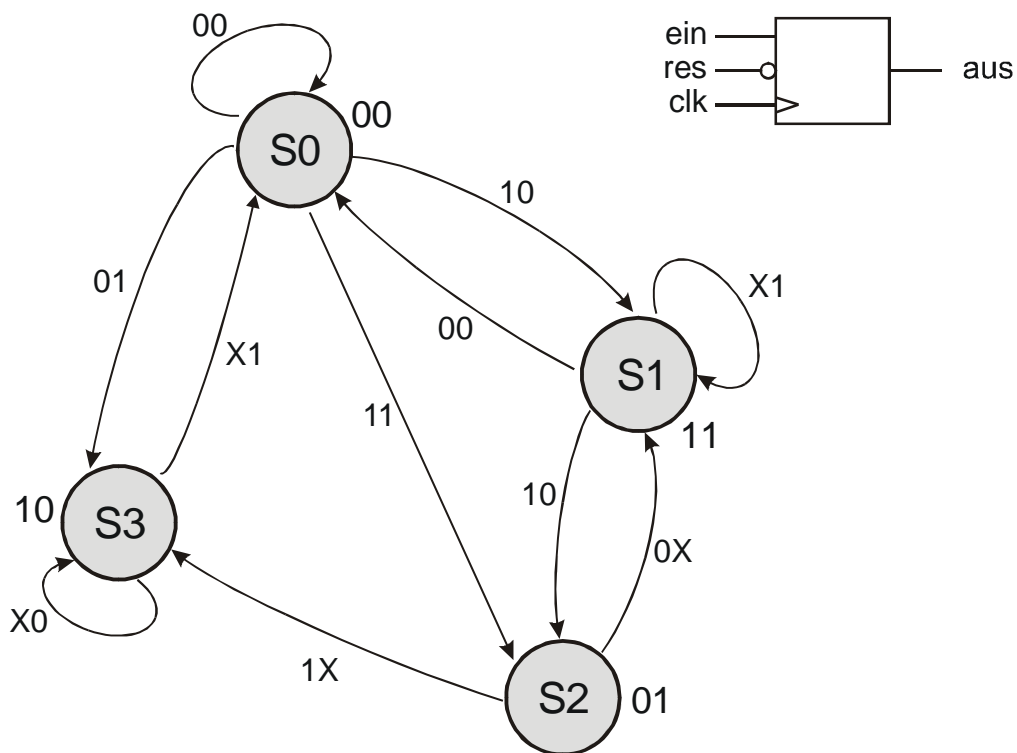

Bild 10.1: FSM-Modell eines Mooreautomaten
Bild 10.1 zeigt das FSM-Modell eines Mooreautomaten. Die Eingänge des Automaten werden im Zustandsgraphen durch Kanten, die Ausgänge durch Knoten repräsentiert.
- a) Vervollständigen Sie in der nachstehenden ENTITY Automat der FSM aus Bild 10.1 die Port-Deklaration! Verwenden Sie dazu die Datentypen `std_logic` bzw. `std_logic_vector`!